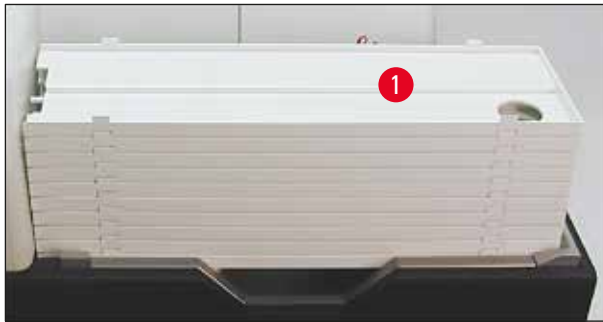

Fig. 43
1. Coloque uma pilha de bandejas (→ "Fig. 43-1") na mesa de elevação da estação de descarga (→ "Fig. 43").